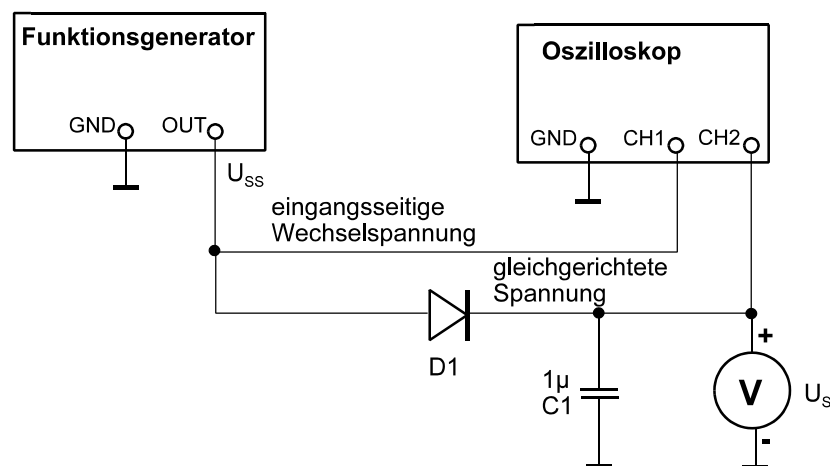

Abb. 2.2 Spitzenwertgleichrichter.
- Spitzenwertgleichrichter (Abb. 2.2). Widerstand raus; Kondensator $1\ \mu\text{F}$ stecken. Wieso ergibt sich jetzt eine glatte Gleichspannung? Wieso kommt es, daß die Gleichrichtung auch ohne Lastwiderstand funktioniert? Digitalmultimeter anschließen. Wodurch erklärt sich der angezeigte Wert?